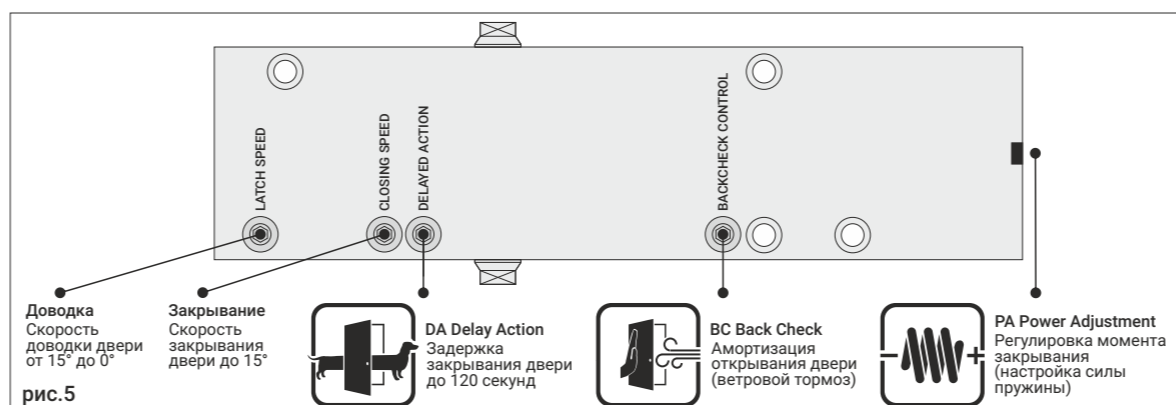
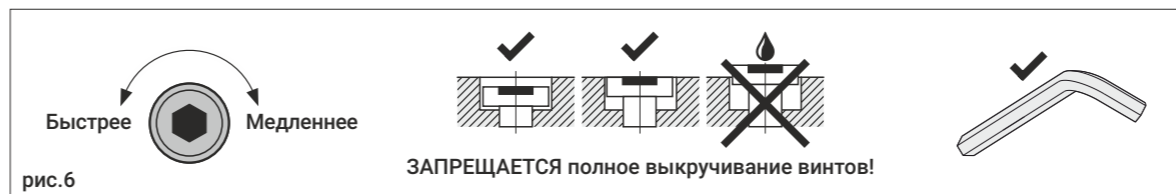

рис.5
рис.6
4. Расположение винтов регулировки дверного доводчика приведено на рис. 5. Не допускайте выкручивания винтов (см. рис. 6), это может привести к потере работоспособности вследствие неправильной эксплуатации. Не используйте аккумуляторные или электрические инструменты, это может повредить винты регулировок.
5. Отрегулируйте скорости «закрывания» и «доводки», не открывая дверь более, чем на 70°. Поворот винта по часовой стрелке замедляет скорость, против часовой стрелки - увеличивает скорость закрывания, рис. 6.
6. Отрегулируйте опцию DA «задержки закрывания». Поворот винта по часовой стрелке увеличивает время задержки закрывания, против часовой стрелки - уменьшает или отключает данную функцию, рис. 6.
7. Отрегулируйте опцию BC «амортизации открывания». Поворот винта по часовой стрелке увеличивает сопротивление открыванию, против часовой стрелки - уменьшает или отключает данную функцию, рис. 6.
5. НЕ ДОПУСКАЕТСЯ полное выкручивание винтов «закрывания», «доводки», «задержки закрывания» и «амортизации открывания»! Полное выкручивание винтов регулировки приводит к разгерметизации доводчика, вытеканию масла и потере работоспособности вследствие неправильной эксплуатации, рис.6.